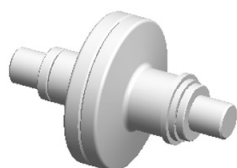

图 4.6.25 装配体模型
Step1. 打开图 4.6.25 所示的装配体文件 D:\sw18.5\work\ch04.06.05\asm_clutch.SLDASM。